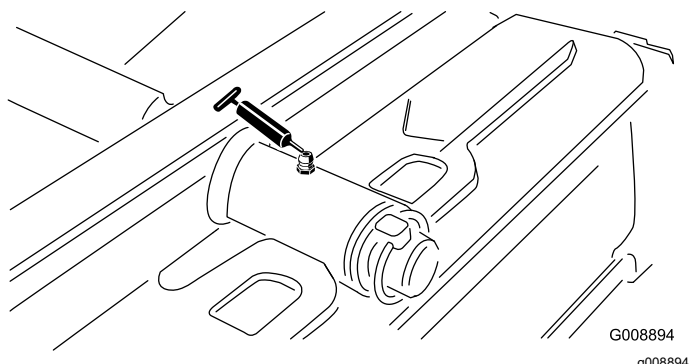

Figura 37
- Pivote de la unidad de corte trasera (Figura 37)